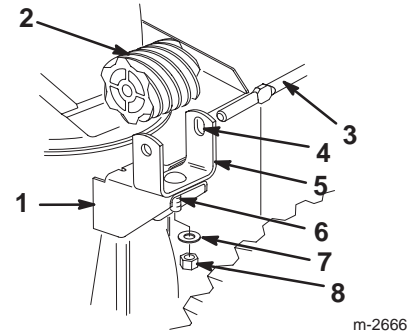

Figure 15
5. Introduisez le vis de carrossier dans le trou de montage du support de la vis sans fin (Fig. 15).
6. Placez la vis sans fin dans le support, les trous fendus en face les uns des autres. Introduisez la tige de commande de l'éjecteur dans les trous (Fig. 15).
7. Montez la vis sans fin et le support sur la bride, sans serrer, à l'aide d'une vis de carrossier, d'une rondelle plate et d'un contre-écrou (Fig. 15).